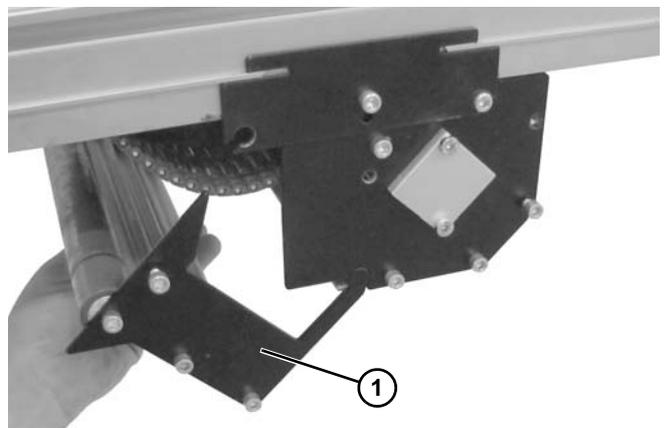

Abbildung 47
2. Untere Halterung (Abbildung 47, Teil 1).